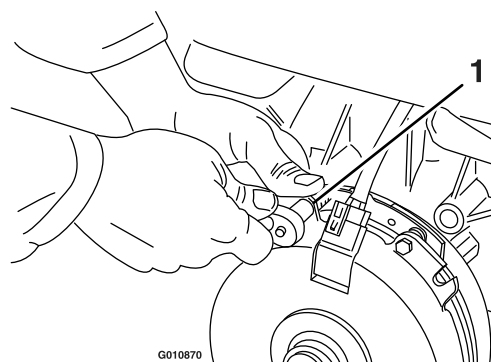

Figure 89
- A. Desserrez les boulons de fixation du frein d'un demi à un tour complet, comme montré à la Figure 89.